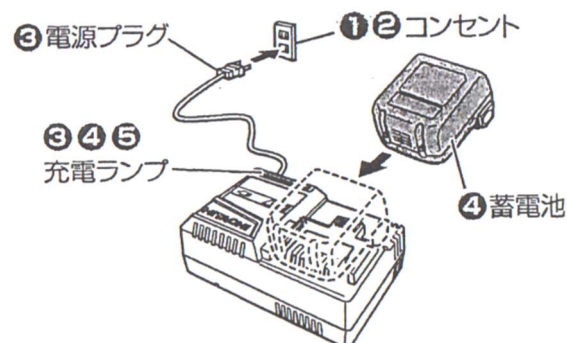

図3
3. バッテリーを充電器にしっかりと突き当たるまで挿入します。(図3)